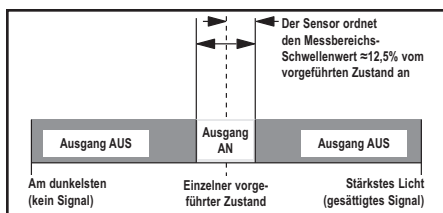

Abbildung 7. Messbereichs-Einstellung (Hellschaltung dargestellt)
- Der Messbereich für einen einzelnen AN-Zustand erstreckt sich ca. 12,5% oberhalb und unterhalb des vorgeführten Zustands, wenn Hellschaltung eingestellt ist (siehe Abbildung 7). Die Ausgangs-AN- und -AUS-Zustände können durch Änderung der Hell-/Dunkelschaltungseinstellung umgekehrt werden (siehe unten)